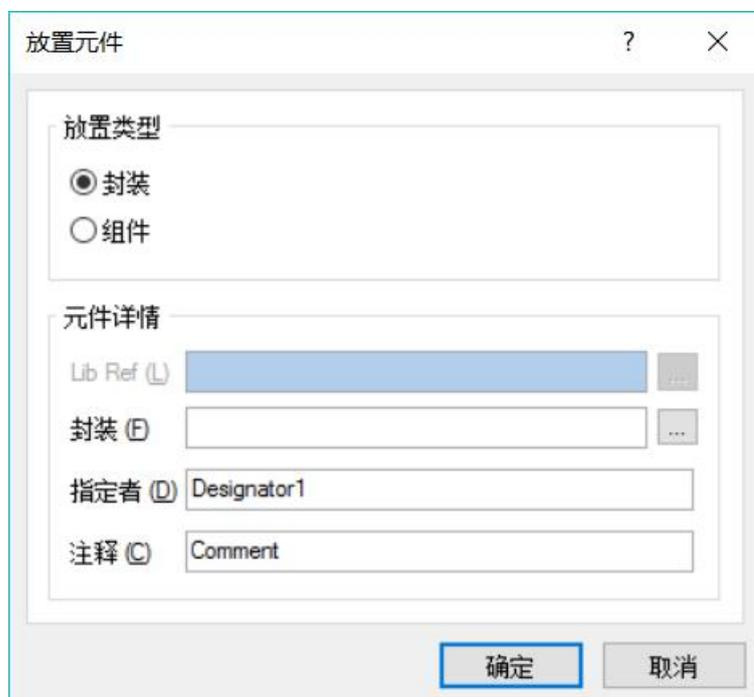

图 5-20 放置元件对话框
(1) 执行菜单命令【放置】/【器件】或是点击布线工具栏中的  按钮弹出放置元件对话框，如图 5-20 所示。